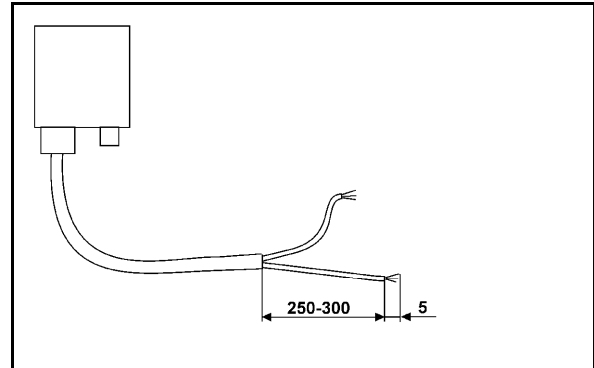

Fig. 4
3. Kabelenden (Fig. 4) afisoleres ca. 250 til 300 mm
- Kabelenderne (Fig. 4) afisoleres enkeltvis 5 mm.